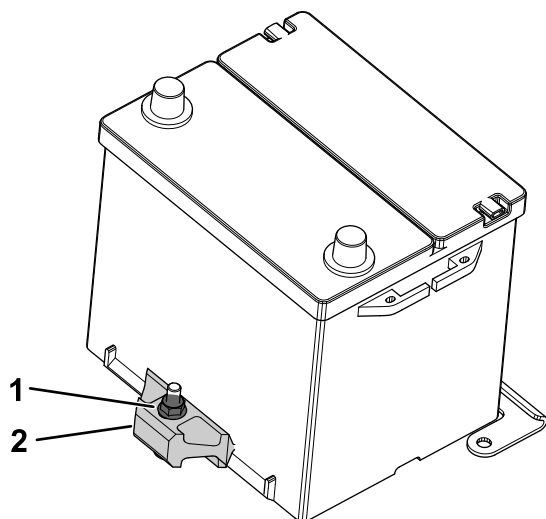

Figure 113
2. Desserrez le contre-écrou qui fixe le dispositif de retenue de la batterie et déposez la batterie de son support (Figure 113).
1. Placez la batterie sur son support et fixez-la au dispositif de retenue en serrant le contre-écrou (Figure 113).